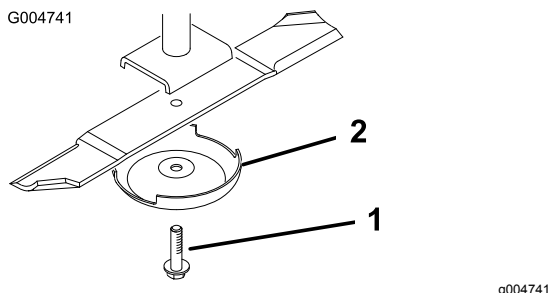

Figura 117
3. Retire del eje de la cuchilla el perno de la cuchilla, el protector de césped y la cuchilla (Figura 117).